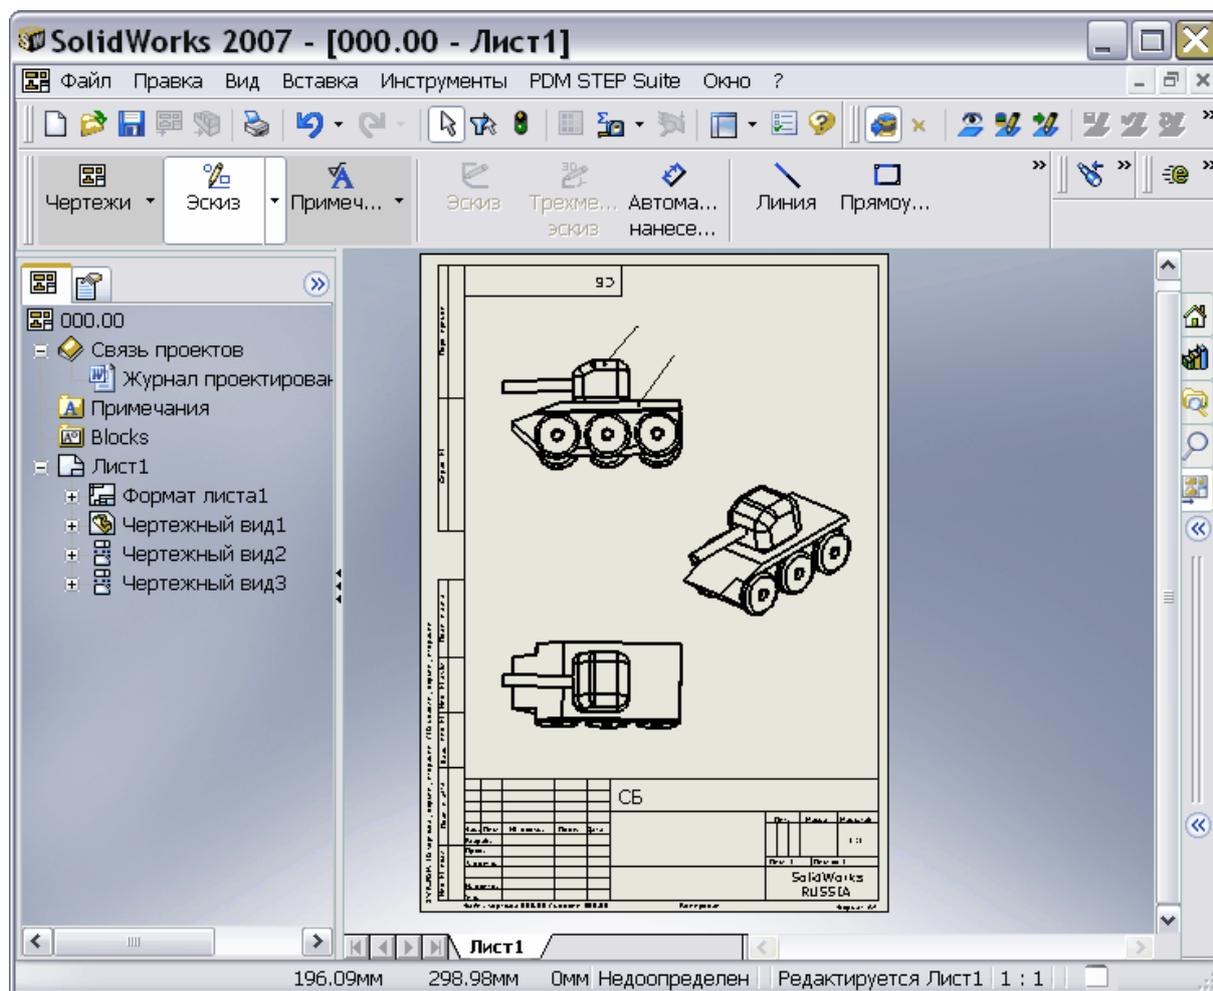

Рис. 88
2. Расставьте позиции на главном виде, как показано на Рис. 88. Они будут пустыми, без номеров.